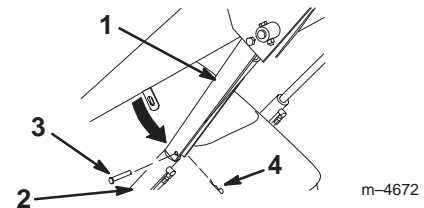

Figure 15
4. Enlevez la goupille fendue et l'axe de chape qui fixent le dispositif de verrouillage de vérin au bras du godet (Fig. 15).
5. Abaissez le dispositif de verrouillage sur la tige du vérin et fixez-le en position à l'aide de l'axe de chape et de la goupille fendue (Fig. 15).
5. Tournez le dispositif de verrouillage vers le bras du godet et fixez-le en position à l'aide de l'axe de chape et de la goupille fendue (Fig. 15).